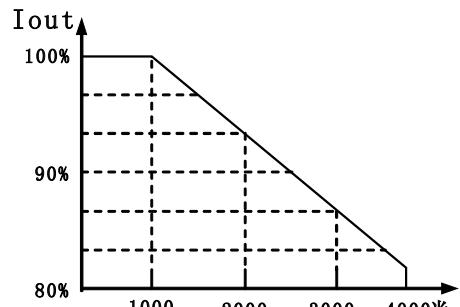

图5-1 变频器降额曲线图
- 在海拔高度超过1000米的地区，由于空气稀薄，变频器的散热效果会变差，此时需降额使用。一般每升高1000m需降额10%左右。降额曲线参见图5-1。